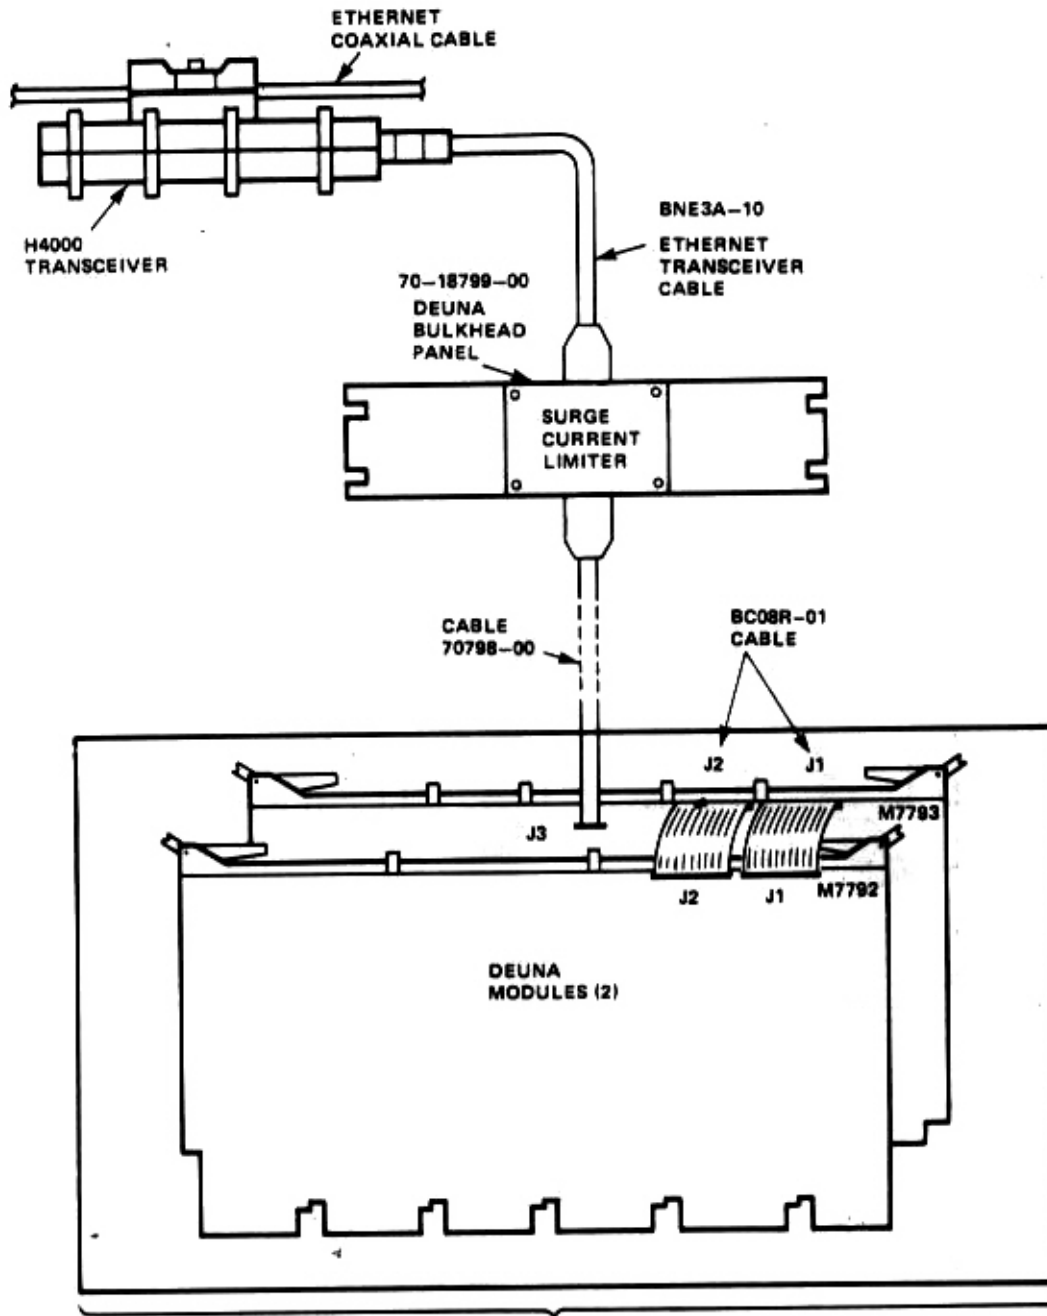

Figura 1-18 Conexión ETHERNET a DEUNA.
7. Instale el cable BC08R-01 en el conector J1 y J2; el cable 70798-00 en el conector J3 del modulo M7792 (refiérase a la figura 1-18).
15. Conecte el H4000 al ensamble del panel de interconexión usando el cable BNE3A, como se muestra en la figura 1-18.